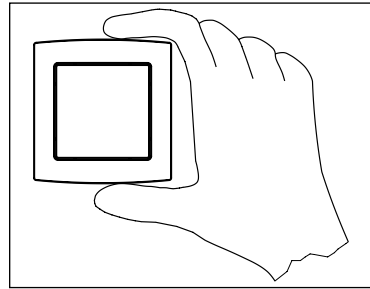

Abb. 4
- a) Gerät öffnen (siehe Abb. 4).